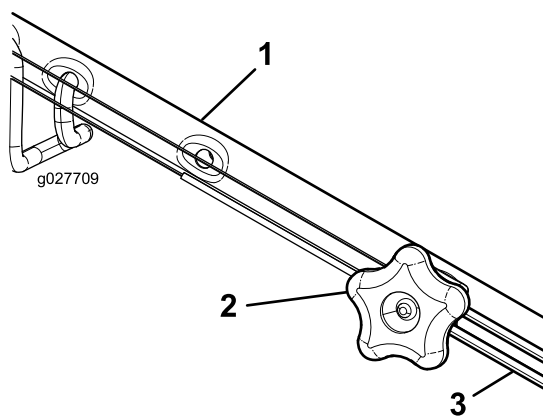

Figura 30
- Gire el pomo de ajuste en sentido antihorario para aflojar el cable (Figura 30).
- Ajuste la tensión del cable (Figura 30) tirando del mismo hacia atrás o empujándolo hacia adelante, y sujételo en esa posición.